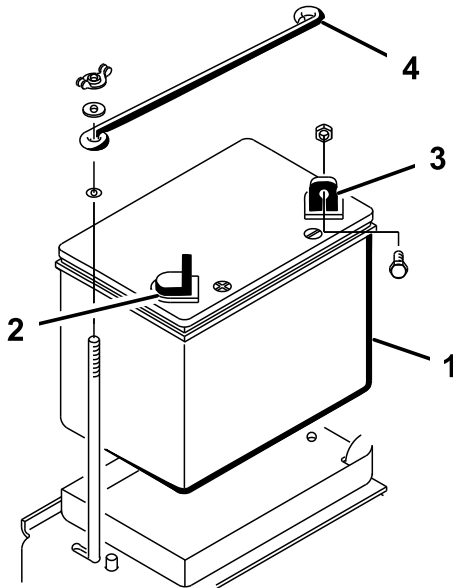

Рисунок 5
- Установите аккумулятор на место в поддон позади правого колеса таким образом, чтобы отрицательная клемма была направлена к задней стороне машины (Рисунок 5).